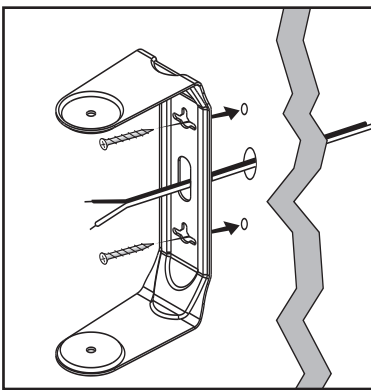

FIGURE 11
- Si le fil de haut-parleur destiné à l'enceinte est passé dans le mur et sort derrière le support, passez le fil à travers le trou du support avant d'installer le support au mur [figure 11].